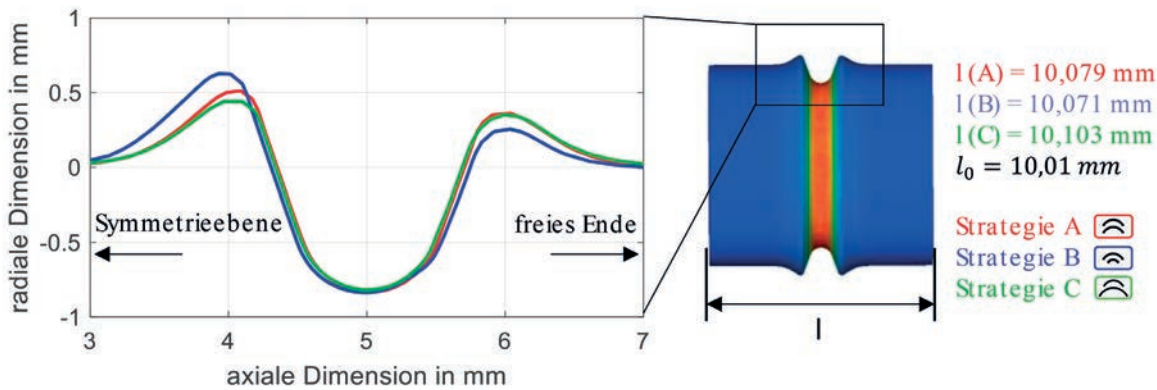

Bild 3: Verlauf der Nutgeometrie für Walzstrategien A, B und C (links); Werkstückgeometrie nach Umformung in FE Simulation und finale Werkstücklängen
Die FEM-Simulation des Walzprozesses erlaubt es den Einfluss der Walzstrategien auf den Werkstofffluss und somit die Werkstückgeometrie zu erfassen. Da die Zielgeometrie, definiert durch die Kalibrierzone, für alle Walzstrategien gleich ist, unterscheiden sich diese in Hinblick auf das durch das Werkzeug verdrängte Materialvolumen nicht. Die FEM-Simulationen zeigen jedoch, dass durch die Walzstrategie die Richtung des Materialflusses in radiale und axiale Richtung beeinflusst wird. Bild 3 zeigt das Nutprofil, sowie die Werkstücklänge nach der Umformung für alle drei Strategien. Die Ausgangslänge des Werkstücks beträgt 10,01 Millimeter. Walzstrategie C verstärkt den Materialfluss in axiale Richtung, was zu einer größeren finalen Länge des Werkstücks l(C) führt. Strategie B begünstigt den Werkstofffluss in radiale Richtung was an der höheren freien Aufwertung erkennbar ist. Auffällig ist dabei jedoch, dass die Asymmetrie der freien Aufwertung, herbeigeführt durch die Symmetrieebene, bei Walzstrategie B stärker ausgeprägt ist, als bei Strategie A und C.